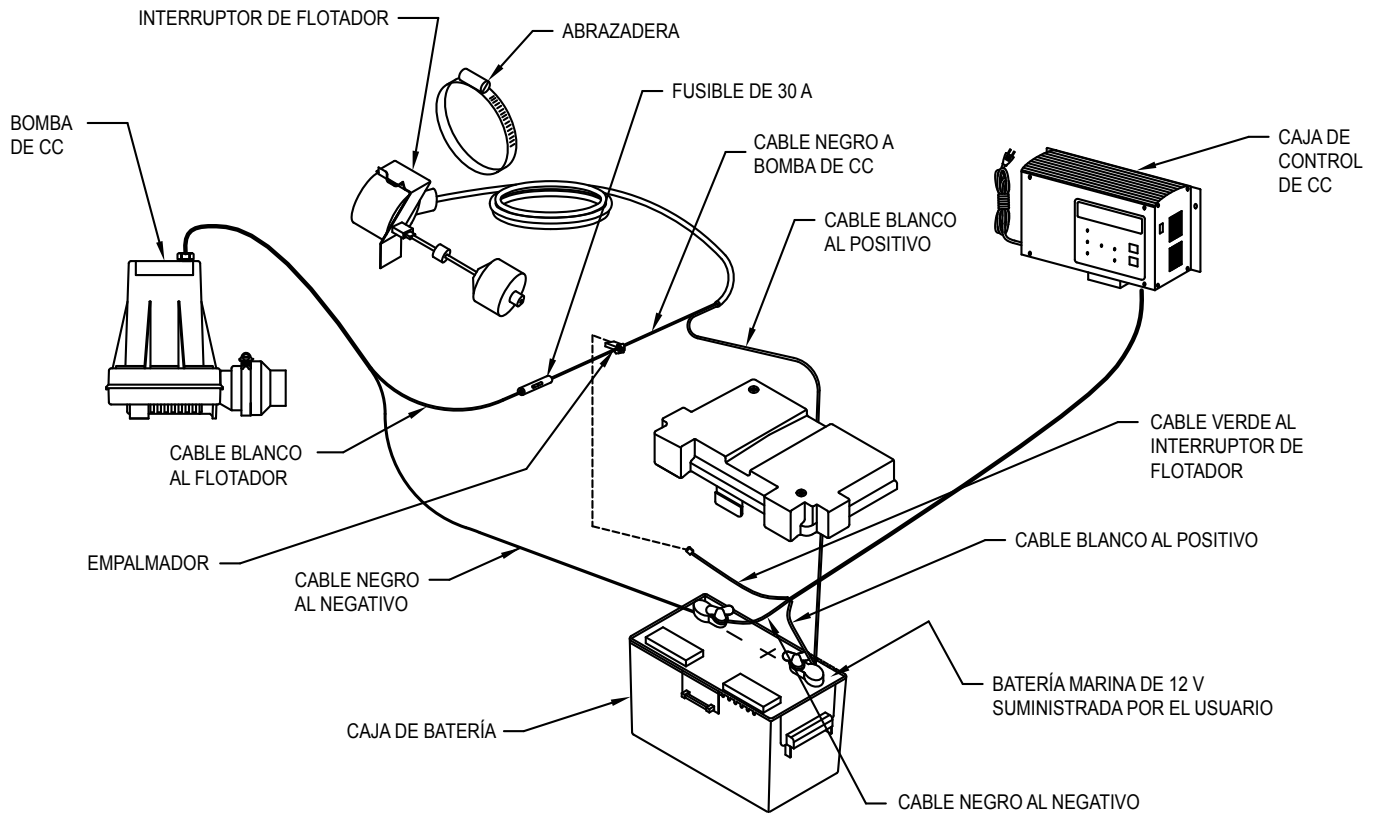

FIGURA 3
6. Conecte el cable verde del sensor al conector del sensor (Figura 3).